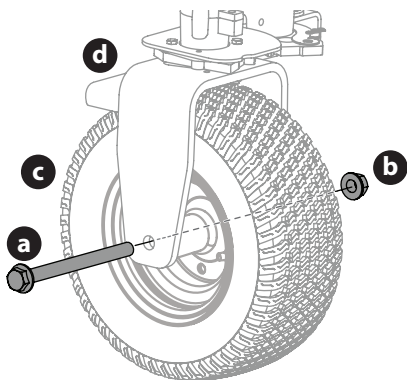

Fig. 55
1. Quite el tornillo hexagonal (a) y la tuerca de seguridad bridada (b) que fija la rueda delantera (c) al conjunto de caballete (d) (Fig. 55).